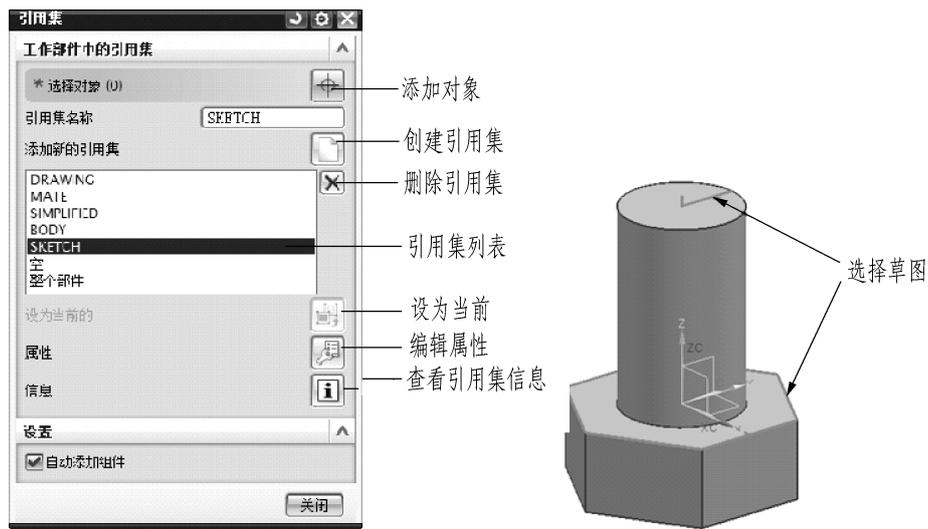

图 8.24 【引用集】对话框
【例 8.2】 为图 8.24 所示的部件文件创建新的引用集。
① 选择菜单命令“格式→引用集”，系统打开【引用集】对话框。
② 单击【创建引用集】按钮，在【引用集名称】文本框中输入“SKETCH”。
③ 激活【选择对象】，在图形区选择两个草图，如图 8.24 所示。